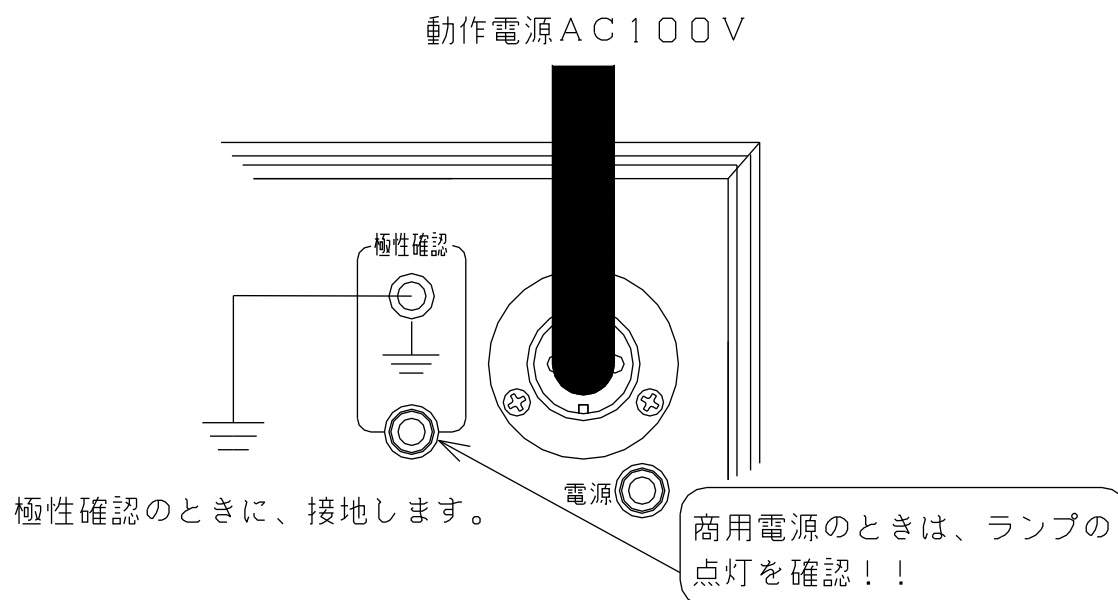

図4：電源の極性確認方法
4. 試験装置の電源スイッチを“OFF”になっていることを確認し、電源コネクタに試験用電源(AC100V)を入力します。商用電源を使用する場合、極性確認端子を接地して下さい。極性ランプが点灯する方向へ電源プラグの向きを合わせて下さい。(図4)